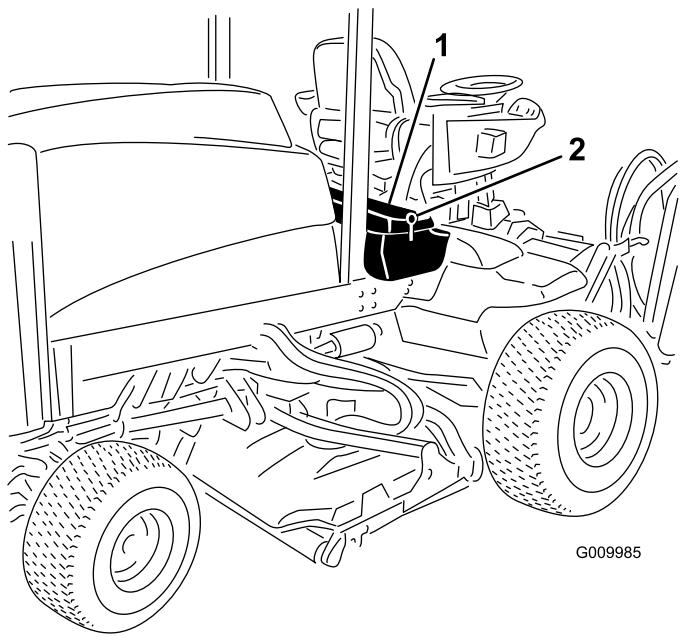

Figura 48
1. Desenganche y levante el panel de la consola del operador (Figura 48).